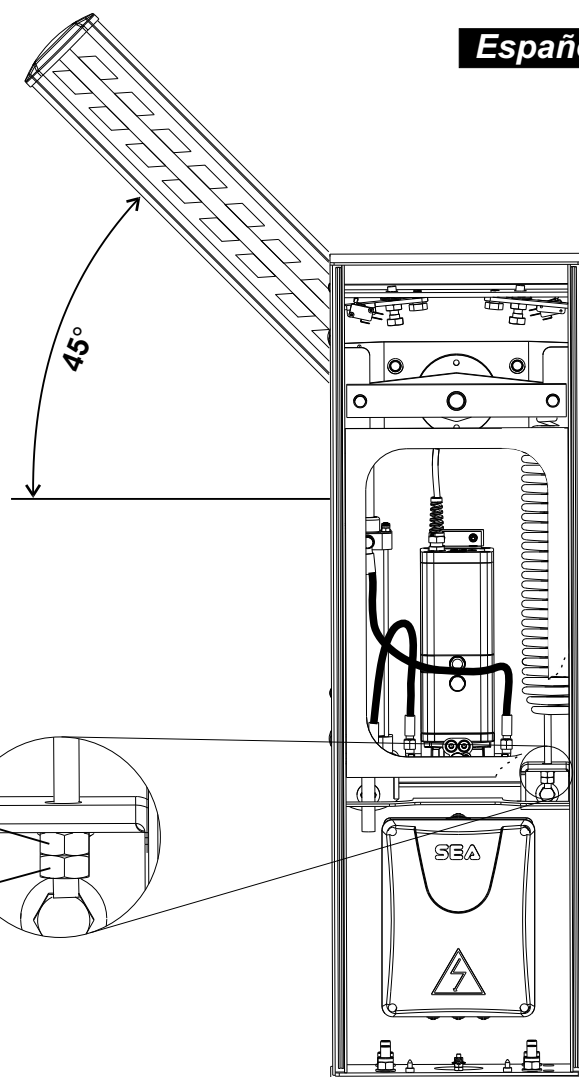

Fig. 13
- Desbloquear el asta mediante el desbloqueo manual, de modo que la misma sea libre de abrirse y cerrarse manualmente (Fig. 13).
- Destornillar o apretar la tuerca tensamuelle hasta que el muelle equilibre el peso del mástil inclinado de 45° (Fig. 13). La condición optimal de un perfecto balanceo se obtiene cuando el mástil se queda detenido en la posición indicada en Fig. 13.